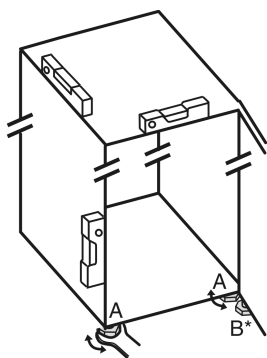

Fig. 24
- Odvrnite podesive nožice Fig. 24 (A) priloženim viličastim ključem i libelom prema van dok uređaj ne stoji čvrsto i ravno.
- Odvijte podesivu nožicu Fig. 24 (B) na podlošku ležaja priloženim viličastim ključem dok se ne podupre o pod.
- Okrenite podesivu nožicu Fig. 24 (B) dalje za najviše 90° kako biste izbjegli oštećenje vrata.